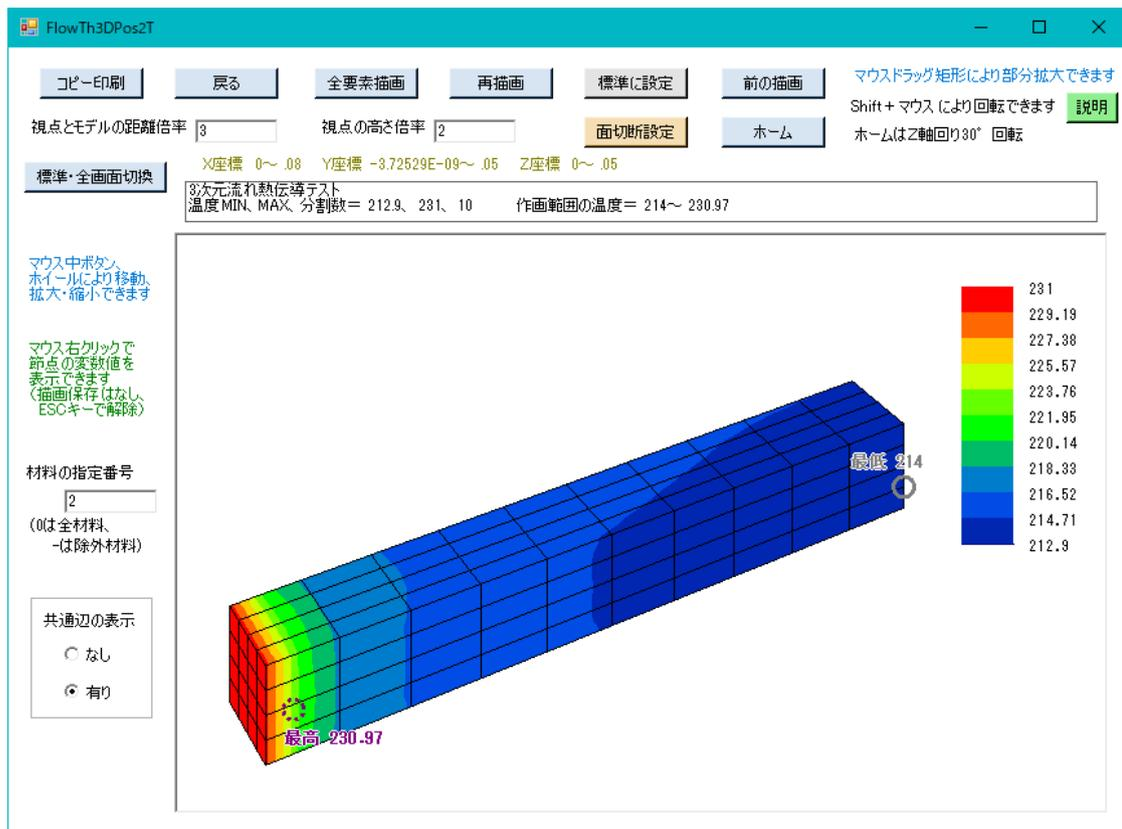

図6-15 等温線図の作画画面（流路部分）
- ①画面には等温線がカラー表示され、右欄には各等温線における変数値も明示してあります。
- ②「材料の指定番号」は、作画したい材料だけを指定するものです。図6-15は流路の材料番号2を指定して作画しています。
- ③本画面の左側の「共通辺の表示」は、「なし」か「有り」を選択できます。選択した後に「再描画」ボタンをクリックします。
- ④本画面の上側に表示されている作画パラメーター、マウสดラッグによる部分拡大、回転操作等は、構造図の作画と同じです。
- ⑤マウス右クリックで任意の節点を選択すると、同節点の変数値が表示されます。
- ⑥「標準・全画面切替」ボタンをクリックすると、標準画面と全画面を切り換えることができます。また、画面Formの右下コーナー等をマウสดラッグすることにより、標準画面と全画面の間で自由に拡大・縮小できます。
- ⑦マウス中ボタン、ホイールにより移動、拡大・縮小を行なうことができます。中ボタンを押したまま動かせば図形を移動できます。また、ホイールの回転により拡大・縮小ができます。
- ⑧マウสดラッグ矩形により、等温線図の一部分を拡大できます。操作方法は4.17節の構造図と同じです。